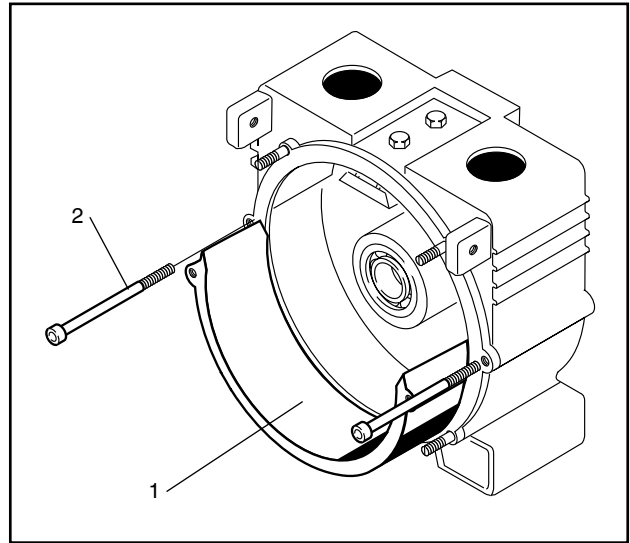

Рис. 15 1 Суппорт
- Открутите оба болта суппорта (детали № 1020, рис. 8) и поднимите суппорт с корпуса (рис. 15).